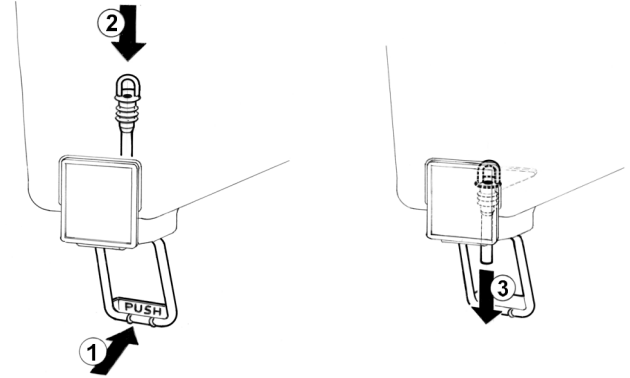

figura 5
**2 Rubinetto a gommino:** premere (1) la leva comando rubinetto e inserire (2) il gommino rubinetto nel contenitore. Tirare (3) verso il basso l'estremità del gommino fino ad assestarlo completamente (vedere figura 5).